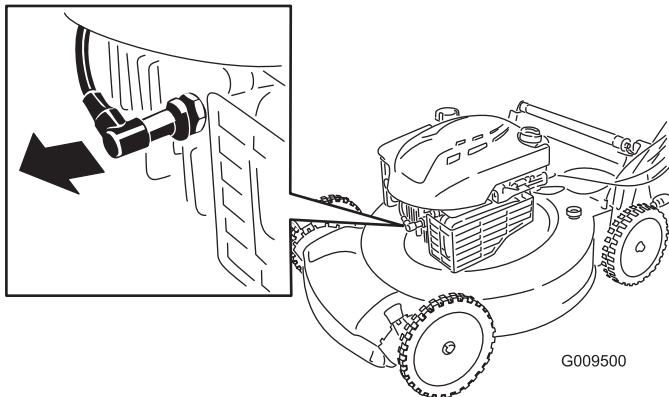

Bild 18
- Ziehen Sie das Zündkabel von der Zündkerze (Bild 18) ab, bevor Sie Wartungsarbeiten ausführen.